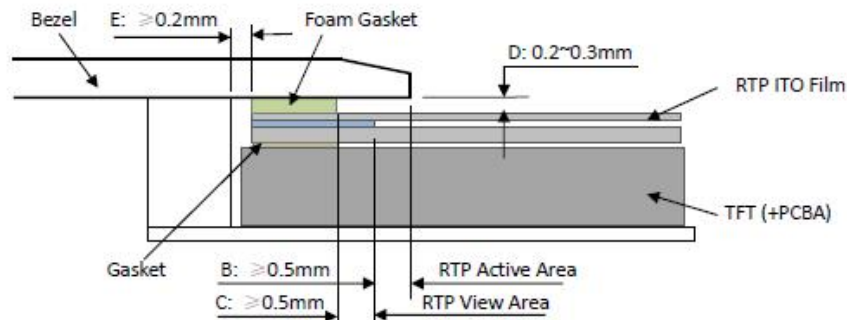

Figure 4
- It should bezel touching the RTP Active Area (A.A.) to prevent abnormal touch.It should left gab $D=0.2\sim 0.3\text{mm}$ in between. (Figure 4)
It is suggested to protect those areas with gasket (between the bezel and RTP).The suggested figures are $B\geq 0.50\text{mm}$; $C\geq 0.50\text{mm}$. (Figure 4)
- The bezel side wall should keep space $E= 0.2 \sim 0.3\text{mm}$ from the RTP. (Figure 4)
- 为避免面框直接压在动作区(A. A.)上造成误动作，面框与电阻触摸屏(RTP)之间应留有一定的空隙 $D=0.2\sim 0.3\text{mm}$ 之间。(附图4)
- 设计面框时，要注意用面框保护触摸屏四周的非保证操作区域，因为布线区域在此处形成一台阶，在此区域附近操作时 ITO Film 变形较大，容易导致 ITO 损坏而降低寿命。为保护 RTP 和避免误操作，在 RTP 与面框之间垫缓冲物(Gasket)，我们建议设计面框应覆盖动作区的边缘，面框边缘到 V. A. 区的距离 $B\geq 0.50\text{mm}$ ；垫圈内边缘到 V. A. 区的距离 $C\geq 0.50\text{mm}$ 。(附图4)
- 在设计面框与 RTP 组装时，应考虑到面框内侧与 RTP 外侧的间距 $E\geq 0.2\text{mm}$ 。(附图4)